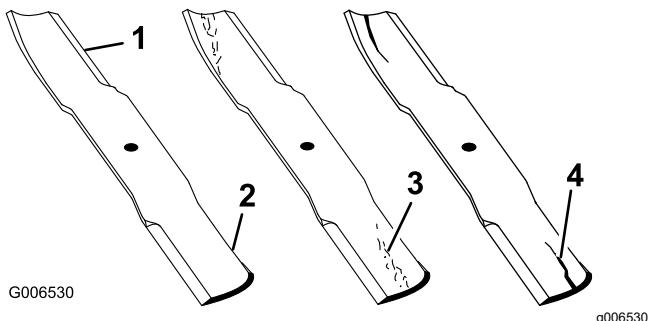

Figure 70
1. Examinez le tranchant des lames (Figure 70).
4. Remplacez immédiatement toute lame fendue, usée ou qui présente une entaille (Figure 70).